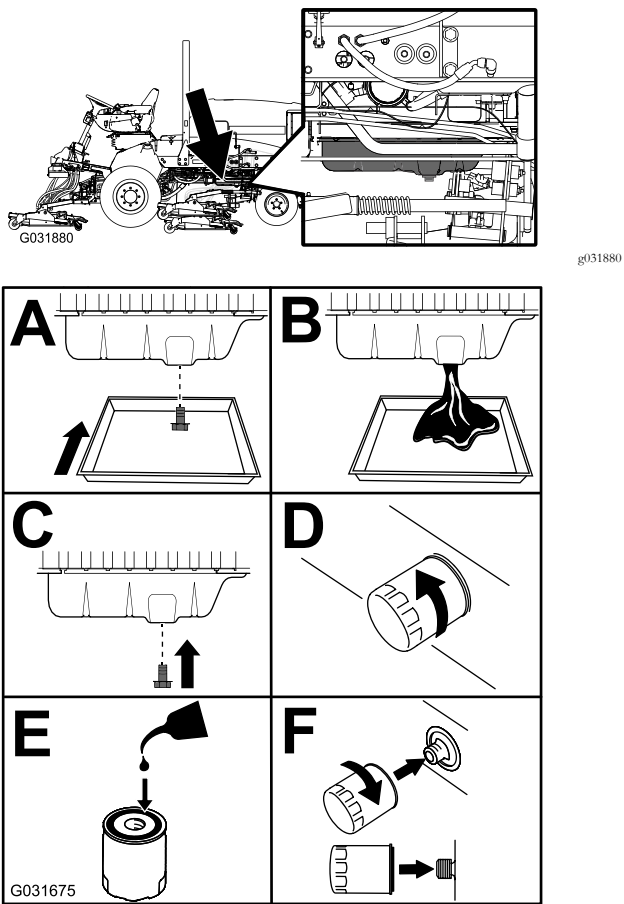

Figura 42
3. Sostituite l'olio motore e il filtro (Figura 42).